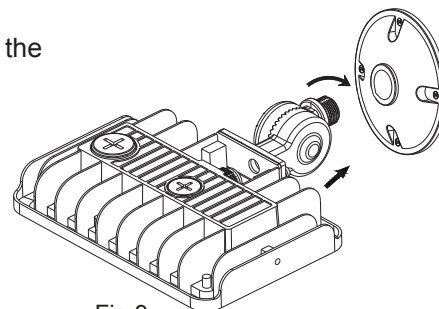

Fig 9
- 2: Fix the fixture on the wall or ground through the holes on the customer supplied bracket (Fig 9 & 10)
- 2: Fije la luminaria a la pared o al suelo a través de los orificios del soporte suministrado por el cliente (Fig. 9 y 10)
- 2 : Fixez le luminaire au mur ou au sol à travers les trous du support fourni par le client (Fig 9 & 10)